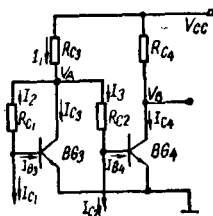

图8 第二级电路
2. 第二级 在上述输入级匹配条件下的计算基础上, 可以利用图8所示的第二级电路计算第二级的工作点及其主要参数。
由图8可知:
利用  $I_{C3} = I_{C4}$  这一特点可以算出图8中  $BG_3$  和  $BG_4$  的集电极电位  $V_A$  和  $V_B$ :
从计算可见,  $BG_3$  和  $BG_4$  它们的单级电压增益在 100 以上。但对于图 8 所示的第二级电路, 由于  $BG_1$  和  $BG_2$  的输出信号除了分别由  $BG_3$  和  $BG_4$  各自放大外,  $BG_3$  的输出信号 (即经  $BG_1$  倒相放大后的信号) 还经  $BG_4$  放大, 这就使  $BG_4$  全部利用了  $BG_1$  和  $BG_2$  两管的放大量, 起了差值放大的作用, 它可使总的放大量大大地增加。因而, 5G922 总的电压增益可以作得很大。